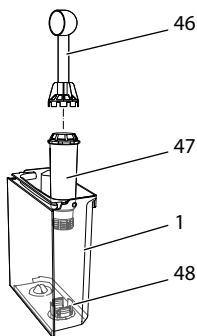

Bild 25: Skruva fast/lossa vattenfiltret
- Ta ut vattenfiltret när maskinen uppmanar dig till det (se Bild 25, sidan 232).